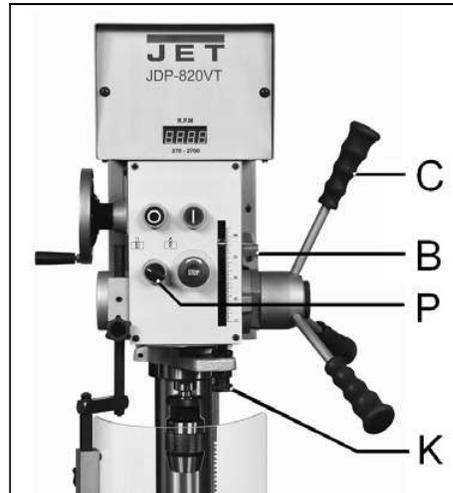

Fig 5
Zum Bohren mehrerer Löcher in gleicher Bohrtiefe verwenden Sie den Bohrtiefenanschlag (K, Fig 5).
1) Den Wahlschalter (P, Fig 5) auf die Position "Gewinde" stellen.
2) Den Tiefenanschlag (K) auf die gewünschte Gewindetiefe einstellen.